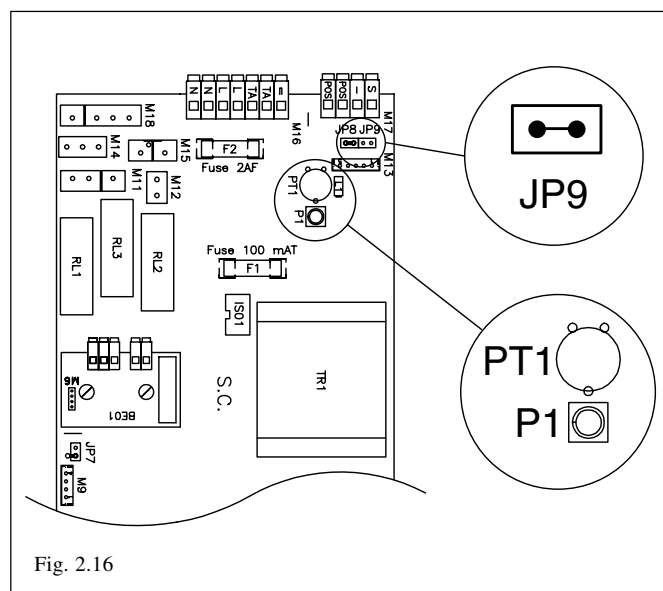

Fig. 2.16
- Aprire il cruscotto della caldaia e togliere il coperchio di protezione scheda elettrica che rende accessibili ponticelli e trimmer (Fig. 2.16).
- Inserire un ponticello nella posizione JP9 per l'azzeramento delle temporizzazioni come indicato in Fig. 2.16.